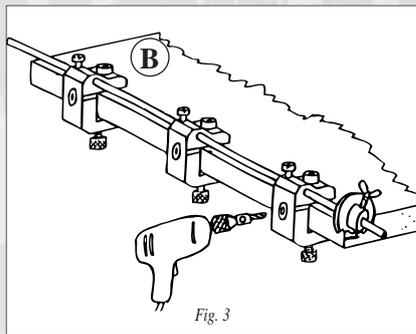

Fig. 3
Perçage sur chant du panneau B (figure 3)
- Percez vos 3 trous sur chant jusqu'à la butée en guidant bien votre mèche dans les canons de perçage (figure 3).